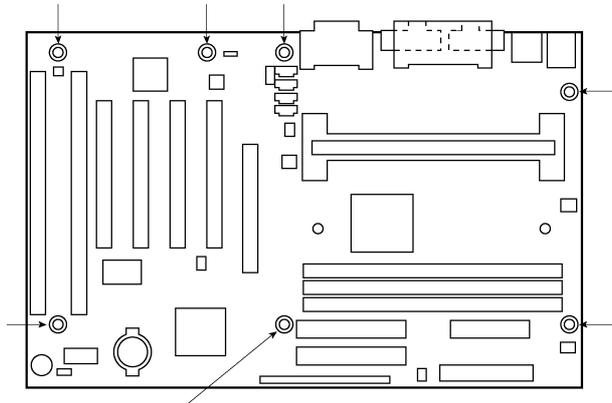

Рис. 24.4. Отверстия для крепления в системной плате ATX
4. В системных платах ATX не используются пластиковые стойки. Плата крепится с помощью семи винтов (рис. 24.4).